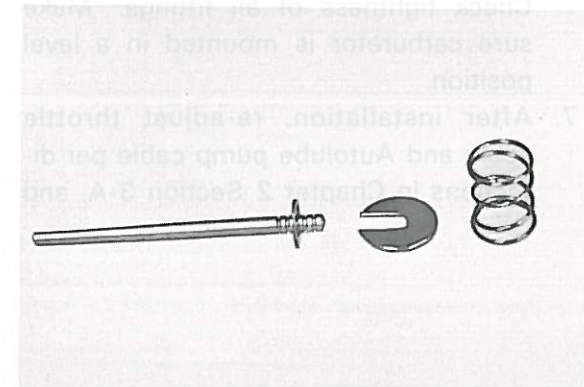

Fig. 4-2-19
4. Note that the jet needle is held down by the spring. (Fig. 4-2-19)
4. A noter que l'aiguille conique est maintenue par le ressort. (Fig. 4-2-19)
4. Darauf achten, daß die Düsennadel durch die Feder niedergehalten wird. (Fig. 4-2-19)